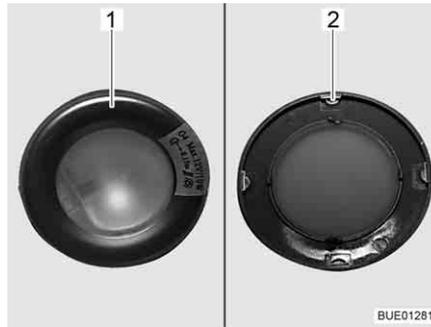

Bild 276 Halogeneinbauleuchte
Die Halogeneinbauleuchte (Bild 276) ist versenkt eingebaut.
- Blende (Bild 276,1) langsam drehen, bis die Nasen (Bild 276,2) der Blende in den darunter liegenden Gehäuseenuten liegen.